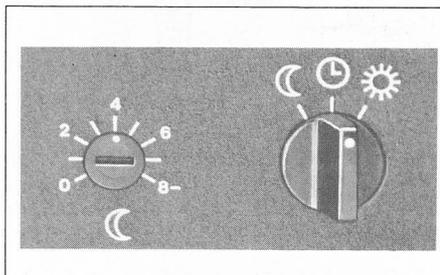

Bild 11a Stellknopf MOND und „Party“-Schalter
**Stellknopf „Mond“ (Bild 11a)**